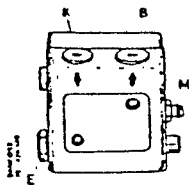

Fig. 1
Wenn die Ölpumpe eingeschaltet wird, wird das Öl vom Saugstutzen (S) durch das Filter (H) ans Zahnrad (C) (Fig. 1) gesaugt.
Anschlüsse (Fig. 1)